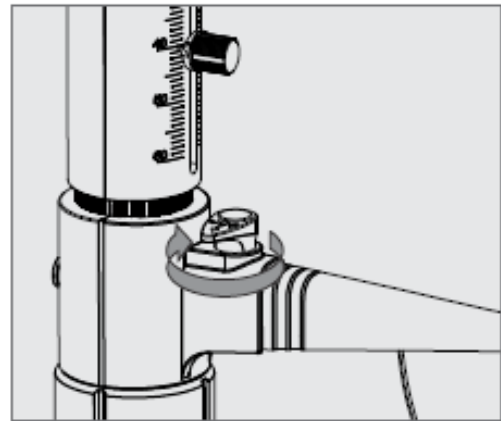

Fig.5
1. Ajuste la perilla en modo de recirculación. (Fig.5)